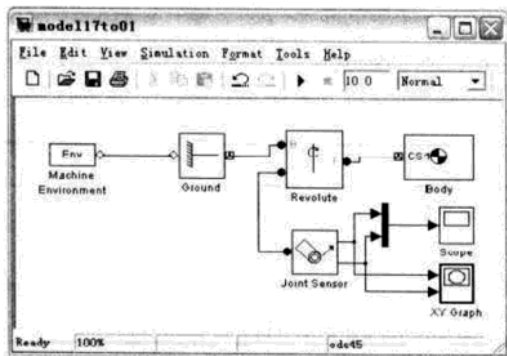

图 17.21 添加 Joint Sensor 模块后的完整模型图
(1) 连接和配置单摆的 Sensor 模块。此例中是测量单摆运动的角位移：
① 在 SimMechanics 库中，打开 Sensors & Actuators 模块库，拖放 Joint Sensor 模块到模型窗口中。
② 打开 Revolute 模块参数对话框，将 Number of sensor/actuator ports 原来的 0 改为 1，Revolute 模块就多了一个连接端口(空心○)。单击 OK 按钮关闭参数对话框。
③ 将这个空心端口与 Joint Sensor 模块端口相连，空心的端口就会变成实心端口●。
④ 打开 Joint Sensor 模块参数对话框，选中 Angle 和 Angular velocity 复选框，取消其他默认选项，单击 OK 按钮关闭参数对话框。
⑤ 打开 Simulink 库浏览器，从 Sinks 库中拖放一个 Scope 模块和一个 XY Graph 模块到模型窗口。从 Signal Routing 库中，拖放一个 Mux 模块，然后依次连接如图 17.21 所示。
⑥ 保存模型为 model17to01.mdl，最好在建立模型时就保存。